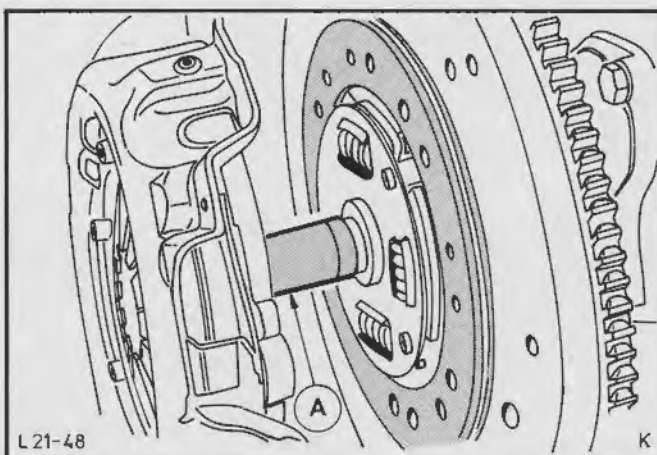

Fig.138. Centrer koblingsnavet med specialværktøj
6. Monter koblingsnavet og koblingstrykpladen, idet navet centrerer med specialværktøj 21-044, Fig.138.